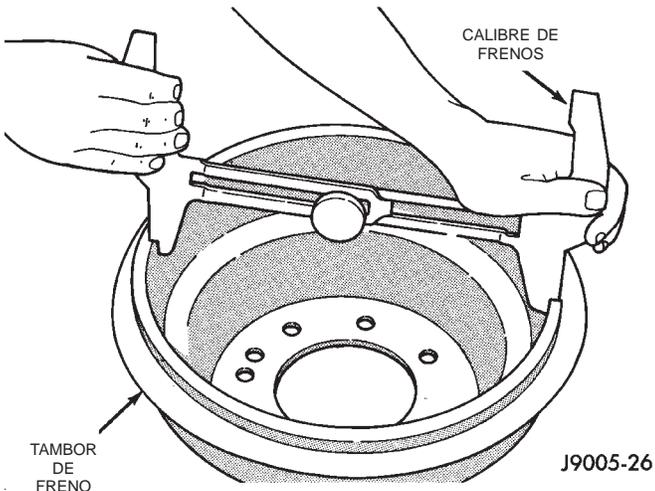

Fig. 60 Ajuste del calibre sobre el tambor
(3) Verifique que los cables y las palancas del ajustador automático derecho e izquierdo estén correctamente conectados.
(4) Inserte el calibre de frenos en el tambor. Expanda el calibre hasta que las patas internas toquen la superficie de frenado del tambor. Cierre entonces el calibre de freno en esa posición (Fig. 60).